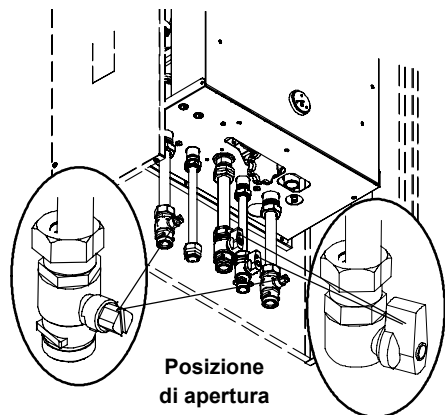

Figura 2.1
- I rubinetti della caldaia situati nella parte inferiore devono essere aperti (Figura 2.1).